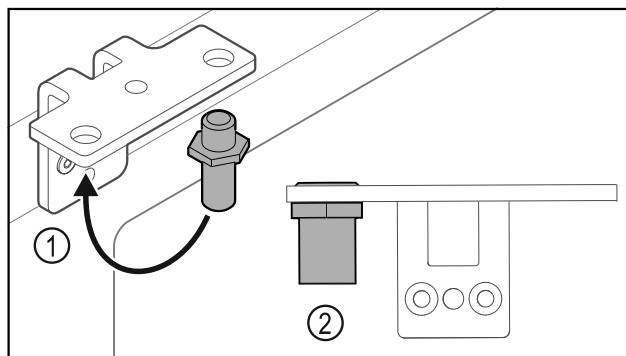

Fig. 29
- Flytta bulten Fig. 29 (1) i gångjärnsfästet.
- Dra åt bulten Fig. 29 (2) med ett **vridmoment på 12 Nm**.